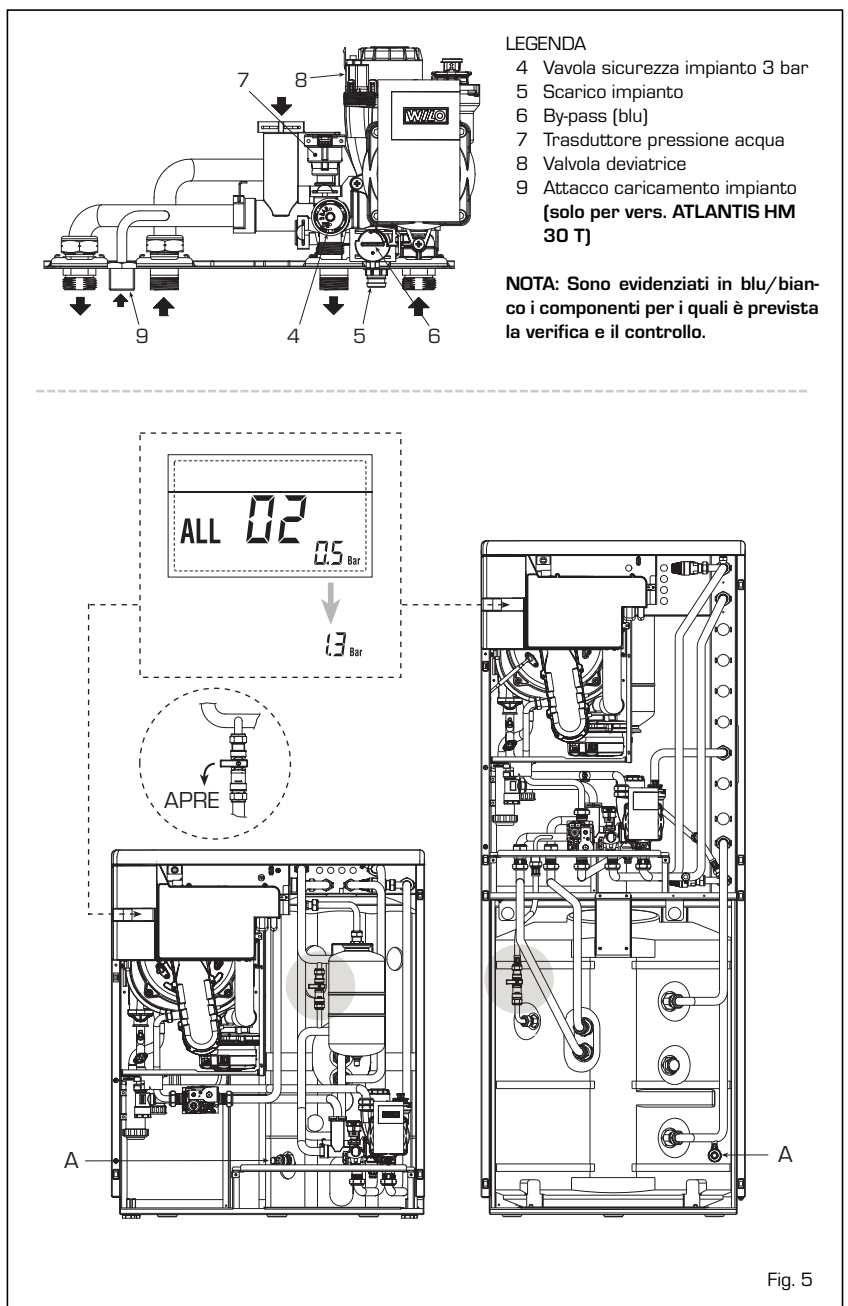

Fig. 5
### 2.4 FASE INIZIALE RIEMPIMENTO IMPIANTO (fig. 5)
**2.4.1 Svuotamento del bollitore (fig. 5)**